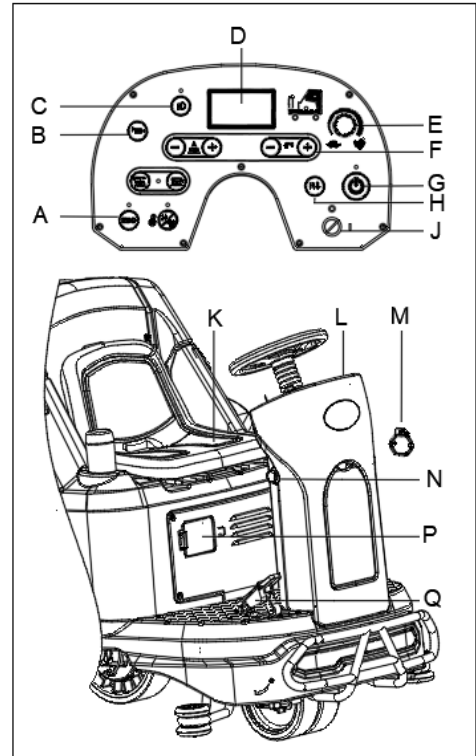

Figura 13
2. Sedersi sul sedile (K, Figura 13), inserire la chiave di accensione (J, Figura 13) e portarla su "I". Controllare lo stato delle batterie dalla schermata del display. Se necessario, ricaricare le batterie (vedere la procedura nel capitolo Manutenzione).
La direzione avanti/indietro è controllabile tramite l'interruttore (H, Figura 13). È possibile regolare la velocità tramite il regolatore (E, Figura 13).
4. Premere il pulsante di avviamento unico (G, Figura 13) per avviare la macchina, il tergicore e le spazzole si abbassano automaticamente al pavimento e il motore di aspirazione inizia a funzionare.
5. Premere i pulsanti di regolazione del flusso della soluzione detergente (F, Figura 13) secondo necessità, in base al tipo di lavaggio da eseguire.
6. Abbassare il pedale dell'acceleratore (Q, Figura 13) e iniziare la pulizia.
7. È possibile ricaricare il cellulare o il tablet tramite la porta di ricarica USB (M, Figura 13) quando la chiave di accensione (J, Figura 13) viene ruotata su "I".
8. Premere il clacson (B, Figura 13) per allertare le persone, se necessario.
9. Se necessario, premere il pulsante di emergenza (N, Figura 13) per l'arresto in emergenza della macchina.
10. Se necessario premere il pulsante delle luci anteriori (C, Figura 13) per le zone buie o per avvertire i pedoni.
11. Se necessario, regolare il sedile (K, Figura 13) ruotando verso destra la maniglia situata a destra del sedile, quindi far scorrere il sedile nella posizione corretta.
Il motore delle spazzole, il motore dell'aspirazione, il motore di trazione e del circuito di controllo sono protetti dalla protezione da sovraccarico (P, Figura 13). Quando si attiva la protezione, non ripristinarla immediatamente senza aver trovato la causa del problema e assicurarsi che il motore si raffreddi prima del ripristino.
12. Rilasciando il pedale dell'acceleratore (Q, Figura 13) la macchina interrompe il funzionamento.
13. Premere il pulsante di avviamento unico (G, Figura 13) per arrestare le spazzole e il motore di aspirazione. Le spazzole e il tergicore si sollevano automaticamente dal pavimento. Il sistema di aspirazione si spegnerà entro pochi secondi.